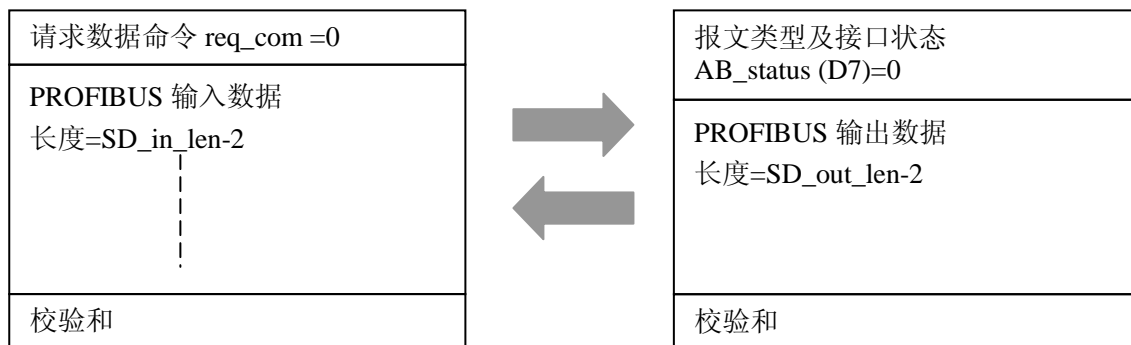

图 4-8 用户模板发—输入数据报文 req_com=0，接口板答—输出数据报文格式 A
(1) 用户模板不使用用户参数功能（即：初始化报文中 USEAr_Prm_Data_Len=0）时，永远发请求 PROFIBUS 数据命令 req_com=0，接口板一定回答“输出数据报文 A”（包括：报文类型及接口状态 AB_status、PROFIBUS 输出数据、校验和）。见图 4-8，报文类型及接口状态 AB_status 见表 4-4。